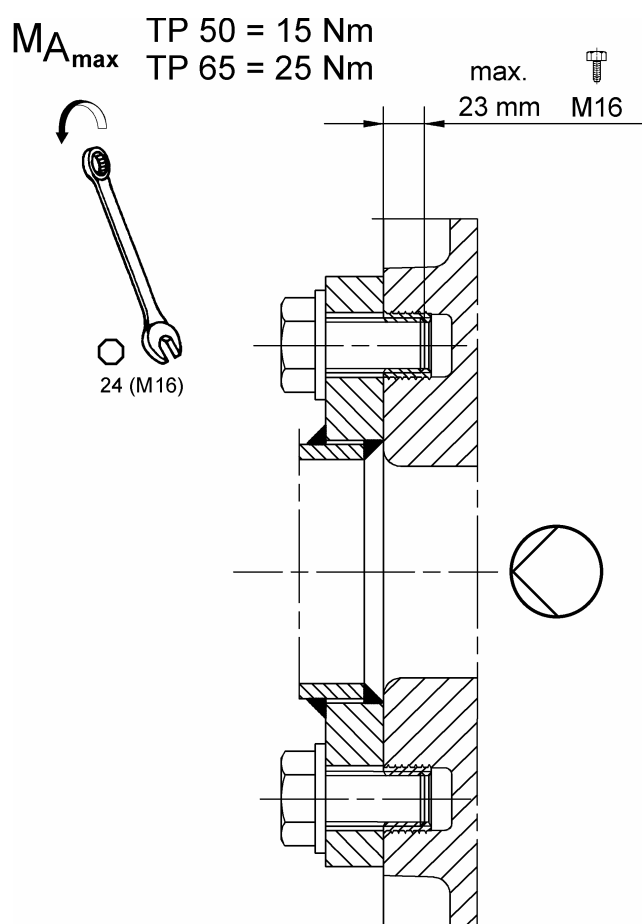

Рис. 6
- Для насосов ТР: При монтаже соединений к фланцу с напорной стороны необходимо обращать внимание на глубину отверстия под болт М 16 (Рис. 6). Глубина отверстия - 23 мм. Максимальный момент затяжки 15Нм (ТР50) и 25Нм (ТР65). Применять прилагаемые уплотнительные кольца.